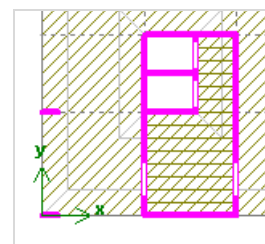

**Рис.1.10.1.** Окно диалога **Добавить штамп нагрузки**
- В открывшемся окне диалога **Добавить штамп нагрузки** (рис.1.10.1) задайте следующий параметр: